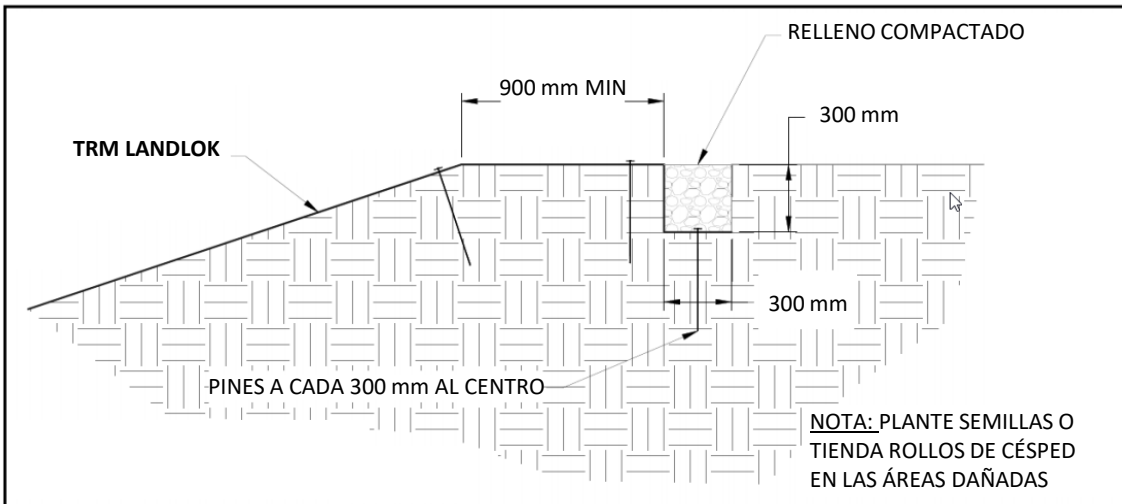

Figura 2: Zanja de cresta del talud (COS)
4. Excave una zanja en la cresta del talud (COS, por sus siglas en inglés) a un mínimo de 300 mm x 300 mm en ambos lados de la instalación. Cada zanja COS deberá estar a un mínimo de 900 mm sobre la orilla, preferiblemente en una superficie relativamente plana (Figura 2).